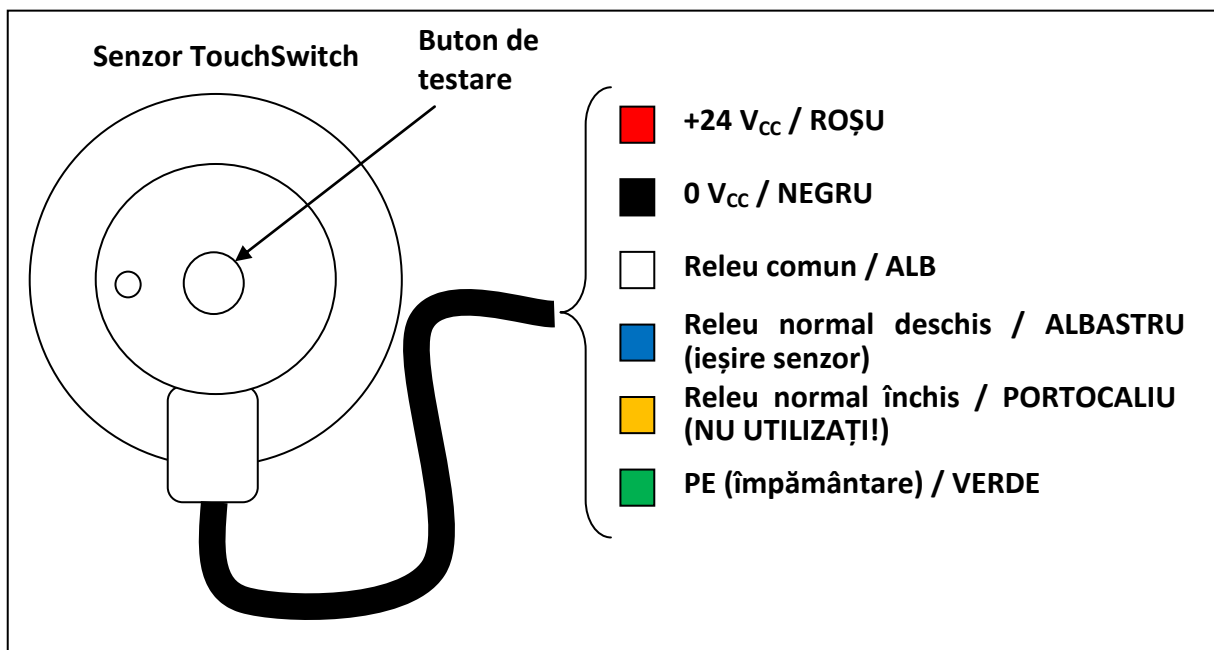

Figura 7 – Conectarea electrică a TouchSwitch™
- 2) Răsuciți încet butonul de testare (a se vedea Figura 7) în sens orar, cu mâna, până când LED-ul devine OPRIT.